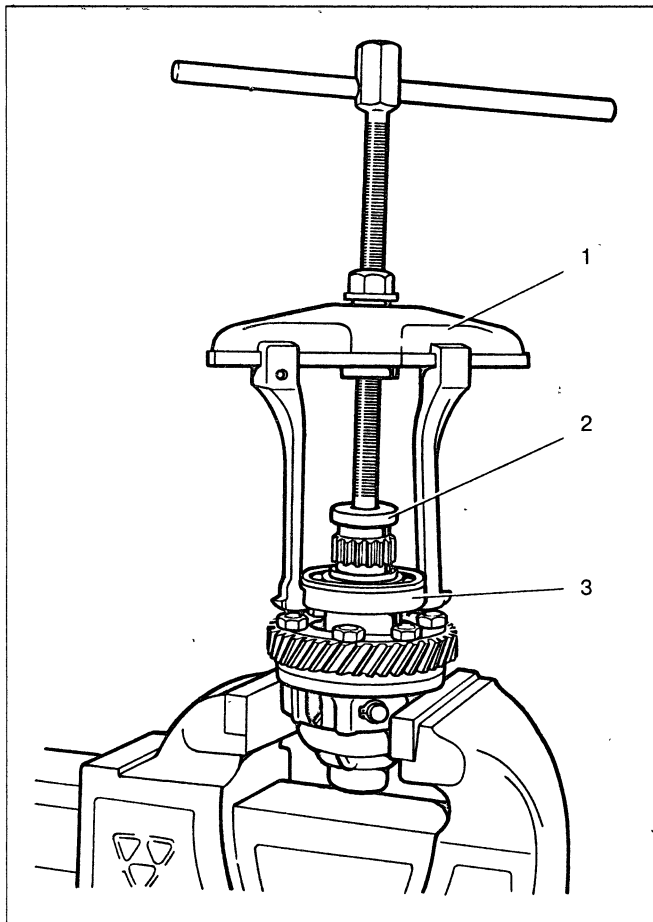

Рис. 3-43. Спрессовка подшипника с корпуса дифференциала: 1 – съемник А.40005/1/6; 2 – упор. 67.7853.9559; 3 – подшипник
- снимите задний и передний подшипники с корпуса дифференциала (рис. 3-43), используя универсальный съемник и упор 67.7853.9559;